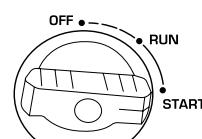

Fig. 2
- 11 Für Modelle KS 2100iG S, KS 3100iG S: Drehen Sie nach dem Motoranlassen den Multifunktions-Drehknopf in die Position „START“ (abb. 2). Ziehen Sie am Startergriff, bis ein leichter Widerstand spürbar ist. Dann ziehen Sie durch eine schnelle Bewegung den Starter auf die ganze Schnurlänge heraus. Handstartergriff langsam von Hand zurückführen, nicht abrupt loslassen. Drehen Sie nach dem Motoranlassen den Multifunktions-Drehknopf in die Position „RUN“ (abb. 2).